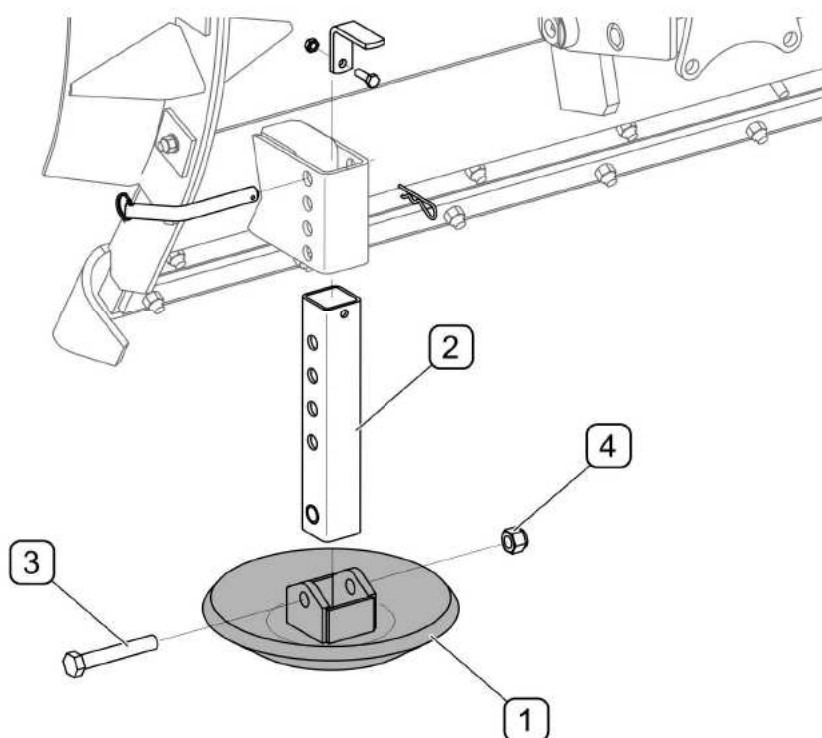

РИСУНОК 5.6 Замена скользящего элемента
(1)-скользящий элемент; (2)- ползунок; (3)- болт; (4)- гайка;
Отработанные и поврежденные элементы скользящих элементов нужно заменить новыми (РИСУНОК 5.6). Для этого нужно поднять плуг и поставить на стабильные и прочные упоры. Если плуг навешен и поднят на передней трехточечной системе навески, то необходимо дополнительно предохранить его от оседания, □ выключить двигатель трактора и поставить его на стояночный тормоз. Отвинтить гайку (4), вынуть болт (3), скрепляющий скользящий элемент (1) с ползунком (2). Проверить скользящий элемент и остальные элементы